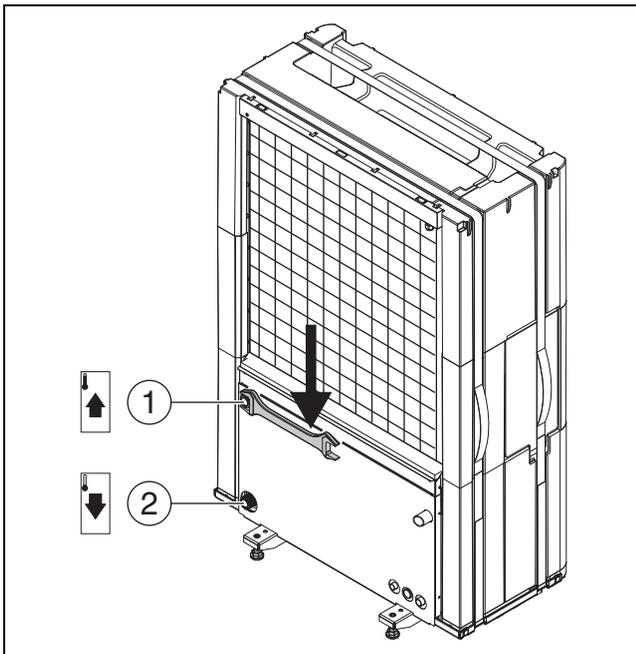

Fig. 15 Raccordements des tuyaux de fluide caloporteur, valable pour toutes les tailles
- Raccorder le départ de l'unité intérieure à la sortie de fluide caloporteur de la pompe à chaleur (→ [1], fig. 15).
- Raccorder le retour de l'unité intérieure à l'entrée de fluide caloporteur de la pompe à chaleur (→ [2], fig. 15).
- Serrer les raccords des tuyaux de fluide caloporteur avec un couple de serrage de 120 Nm. Orienter la force vers le bas (→ fig. 15) pour éviter la charge latérale du condensateur. Si le raccordement n'est pas parfaitement étanche, la connexion peut être resserrée avec un couple de serrage allant jusqu'à 150 Nm. Si l'étanchéité du raccordement n'est toujours pas garantie, c'est que le joint ou le tube adjacent est endommagé.